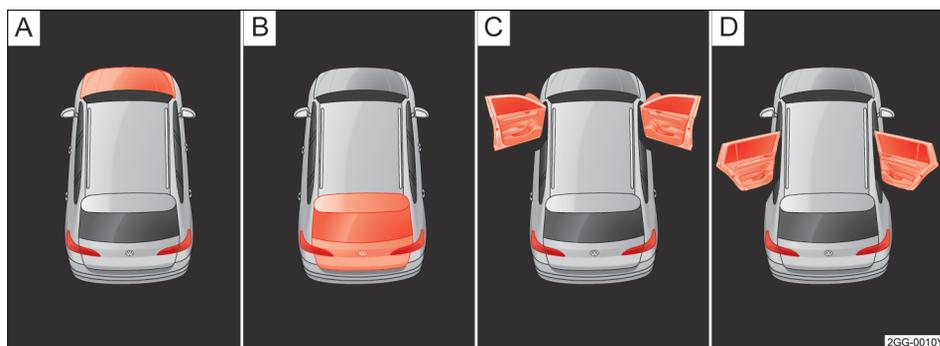

图 13 显示屏显示：(A) 发动机舱盖处于打开状态，(B) 行李厢盖处于打开状态，(C) 前车门处于打开状态，(D) 后车门处于打开状态
视汽车装备而定，在显示屏→图 13 中可以显示不同的信息：
车门、发动机舱盖和行李厢盖未关闭→图 13
→图 13 说明	详细说明
- 车门、发动机舱盖和行李厢盖未关闭→图 13